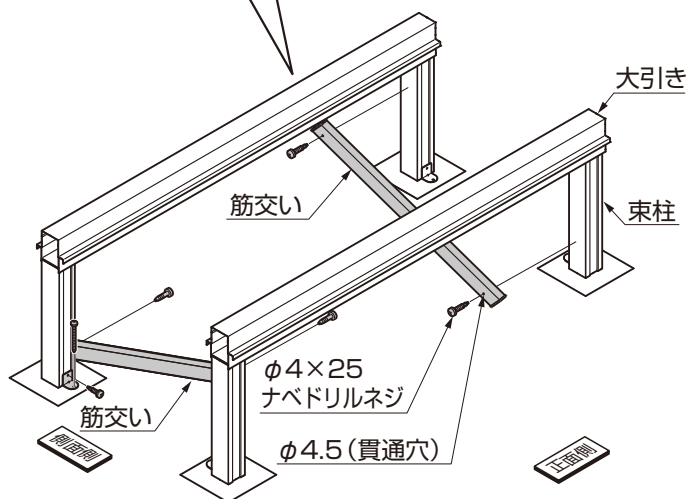

図4-3
- ③筋交いにφ4.5の穴をあけてください。(図4-3参照)
- ④筋交いを束柱に【ネジ】で固定してください。(図4-3参照)